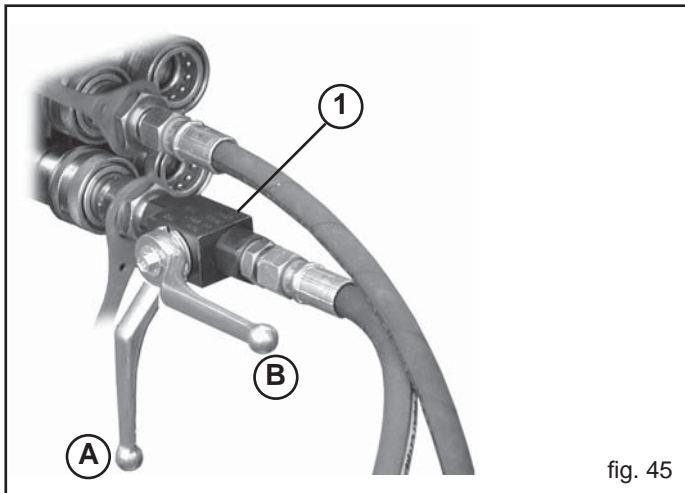

fig. 45
Il tubo oleodinamico di mandata è dotato di un rubinetto (1, Fig. 45) necessario ad escludere il funzionamento del segnafile.
Durante il trasporto stradale della seminatrice, la maniglia del rubinetto deve essere posta nella posizione (A, Fig. 45), per evitare l'apertura accidentale del segnafile, viceversa in posizione B durante il lavoro. Quando l'impianto non viene utilizzato proteggere gli innesti rapidi con gli appositi cappucci ed alloggiare i tubi oleodinamici nell'apposito supporto.
- 5) Prima di azionare il dispositivo segnafile, appoggiare la seminatrice a terra e portare la leva del rubinetto in posizione (B) Fig. 45.
- 8) Portare la leva del rubinetto in posizione (A) Fig. 45.